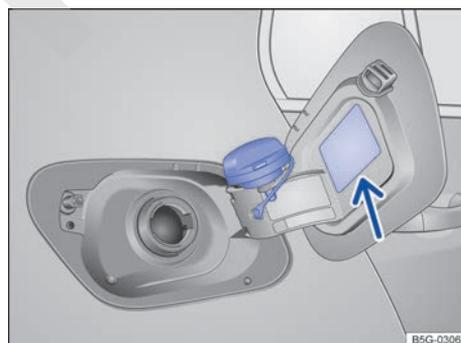

Fig. 160 Tapa del depósito de combustible abierta con el tapón enganchado en ella.
- Desenrosque el tapón del depósito en el sentido contrario al de las agujas del reloj y engánchelo en la parte superior de la tapa → fig. 160.
El tipo de combustible que utiliza el vehículo figura en el adhesivo situado en la cara interior de la tapa del depósito de combustible → fig. 160 (flecha).